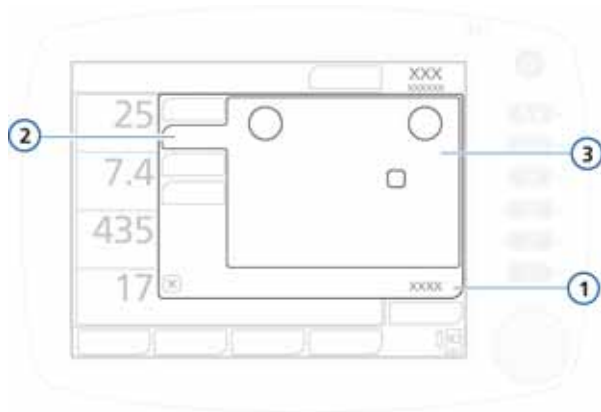

图 4-6. 更多设置、控制窗口
3. 打开**控制** -> **更多**窗口（图 4-6），然后根据需要选择并调整参数。
2. 打开**控制** -> **更多**窗口（图 4-6），然后根据需要选择并调整参数。